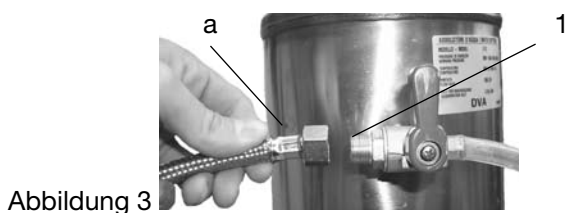

Abbildung 3
1. Verwenden Sie den Schlauch **a** (900 mm, dem Gerät beiliegend), um das Absperrventil der Wassernetzes mit dem Einlassventil **1** des Wasserenthärters zu verbinden (Abbildung 3).